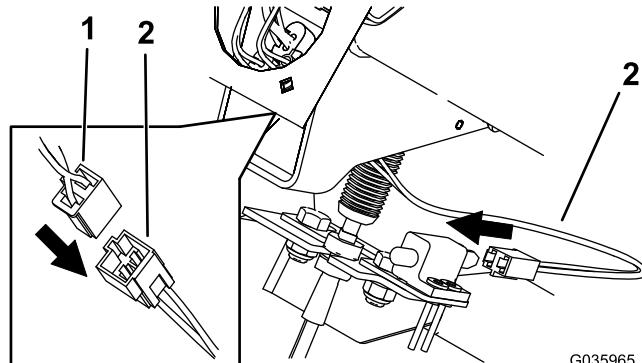

図 11
4. 車両のワイヤハーネスを、クラッチ延長ワイヤハーネスに接続する図 11。
5. クラッチ延長ワイヤハーネスをクラッチスイッチに接続する図 11。